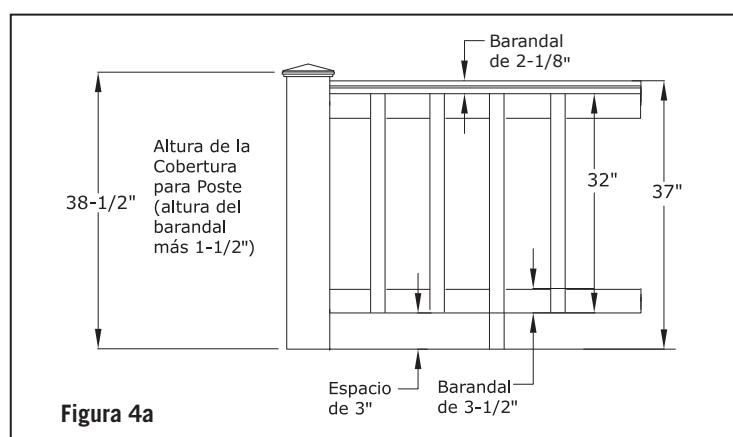

Figura 4a
Paso 11(a): La Figura 4a ilustra cómo medir un barandal de 37" de altura. Comenzando con un espacio de 2-7/8" + 32" para la altura del balaustre + 2-1/8" para el barandal de tope = una altura de barandal de 37". Si desea tener su barandal a una altura diferente, use la figura 4a como una herramienta de planeación para determinar la altura para cortar las coberturas de los postes y los bloques de soporte. **Nota: Use una herramienta para asegurar una longitud consistente (+/- 1/16").**
Paso 9(a): La Figura 4a ilustra cómo un barandal de 37" de altura puede medirse. Comenzando con un espacio de 2-7/8" + 32" para la altura del balaustre + 2-1/8" para el barandal de tope = una altura de barandal de 37". Si desea tener su barandal a una altura diferente, use la figura 4a como herramienta de planeación para determinar la altura de corte de las coberturas de postes y bloques de soporte. Nota: Use una herramienta para asegurar una longitud consistente (+/- 1/16").